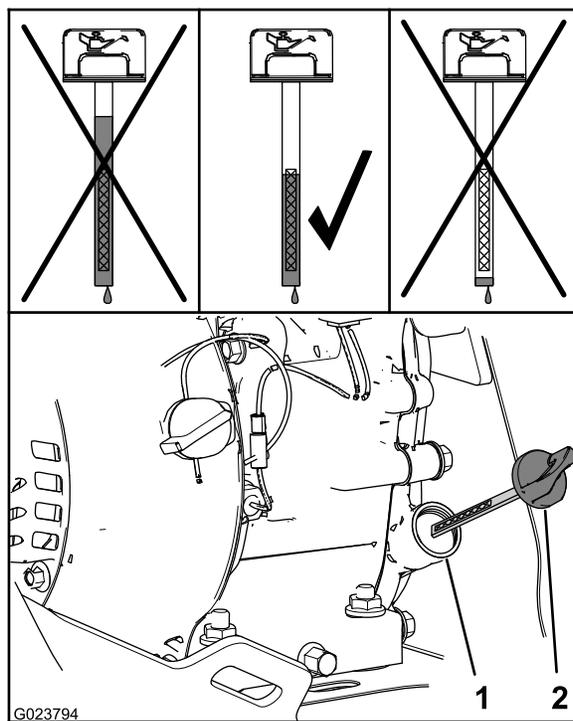

Figure 28
2. Sortez de nouveau la jauge et contrôlez le niveau d'huile (Figure 28).
Remarque: Le niveau d'huile doit atteindre le repère maximum sur la jauge (Figure 28).
- A. Versez de l'huile spécifiée dans le goulot de remplissage (Figure 28).